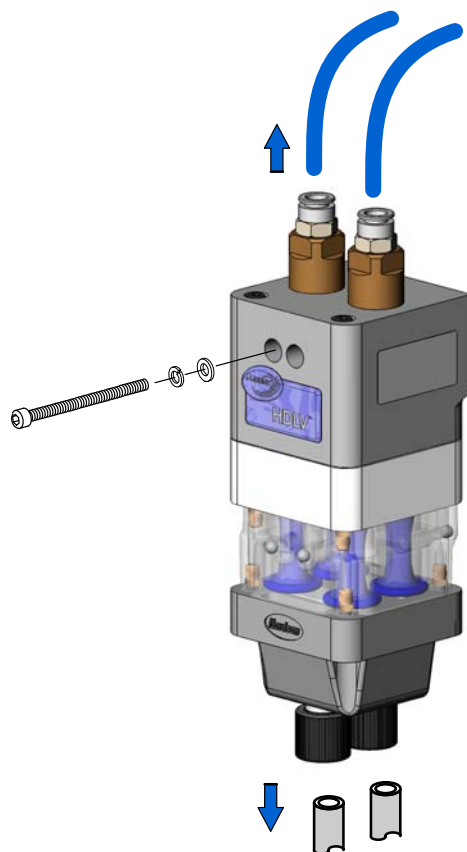

Figura 6-4 Pregătirea dezasamblării
1. Vezi Figura 6-4. Deconectați conductele pentru aer de purjare din partea de sus a pompei.